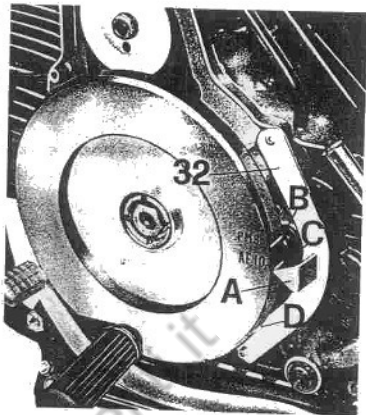

Fig. 113/1
- verificare l'apertura dei contatti del ruttore (A di fig. 113) deve essere di mm. $0,42 \pm 0,48$;
- assicurarsi che il pistone sia a punto morto superiore, a fine fase di compressione, cioè con valvole chiuse. Il segno sul volano « P.M.S. » deve coincidere con il foro di centraggio (E di fig. 113) sul manicotto;
- ruotare il volano in senso antiorario finché il segno « AF10 » sul volano stesso si trovi in corrispondenza con il foro di centraggio (E di fig. 113) sul manicotto dentato. A questo punto i contatti del ruttore devono dare inizio all'apertura.
- montare a mezzo viti sul coperchio interno del basamento lato volano l'attrezzo numero 10915500 (32 di fig. 113/1);